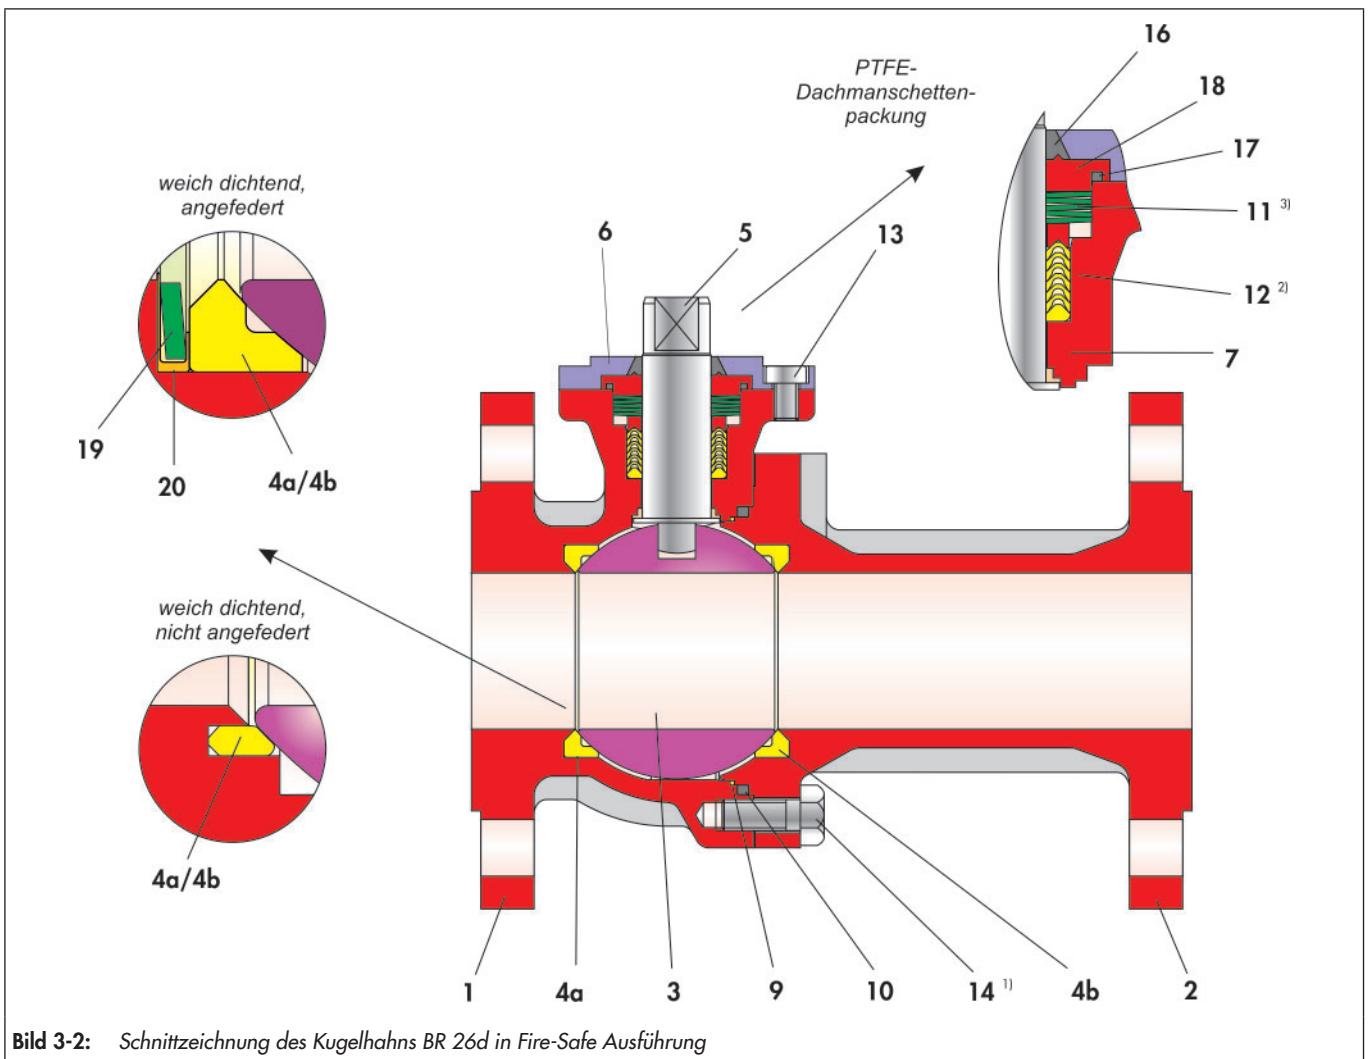

Bild 3-2: Schnittzeichnung des Kugelhahns BR 26d in Fire-Safe Ausführung
- ⇒ Dachmanschettenpackung (12) mit einer leicht drehenden Bewegung über die montierte Schaltwelle (5) schieben und in die Packungsaufnahme des Grundgehäuses (1) einlegen. Anordnung und Anzahl der V-Manschetten vgl. Bild 3-2 und Tabelle 3-5.
- ⇒ Tellerfedersatz (11) auf die Packung (12) legen. Anordnung und Anzahl der Tellerfedern vgl. Bild 3-2 sowie Tabelle 3-5 und Tabelle 3-6.
- ⇒ Kohlegraphitring (17) in Buchse (18) eindrücken.
- ⇒ Buchse (18) mit Kohlegraphitring (17) so über die Schaltwelle (5) schieben, dass diese auf den Tellerfedern (11) aufliegen.
- ⇒ Kohlegraphitring (16) vorsichtig über die Schaltwelle (5) bis auf die Buchse (18) schieben.
- ⇒ Stopfbuchsflansch (6) über die Schaltwelle (5) auf das Grundgehäuse (1) aufsetzen.
- ⇒ Schrauben (13) leicht einfetten.
- ⇒ Stopfbuchsflansch (6) mit den Schrauben (13) justieren und gleichmäßig und wechselseitig anziehen.